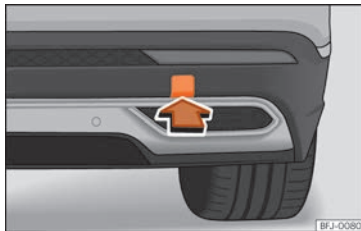

Abb. 47 Auf der rechten Seite des hinteren Stoßfängers: Abdeckung entfernen.
Die Abschleppöse wird in die hinter einer Abdeckung auf der rechten Seite des hinteren Stoßfängers befindliche Aufnahme eingeschraubt »» **Abb. 47**.
- Auf den unteren Bereich der Abdeckung »» **Abb. 47** drücken, um die Verrastung zu lösen.